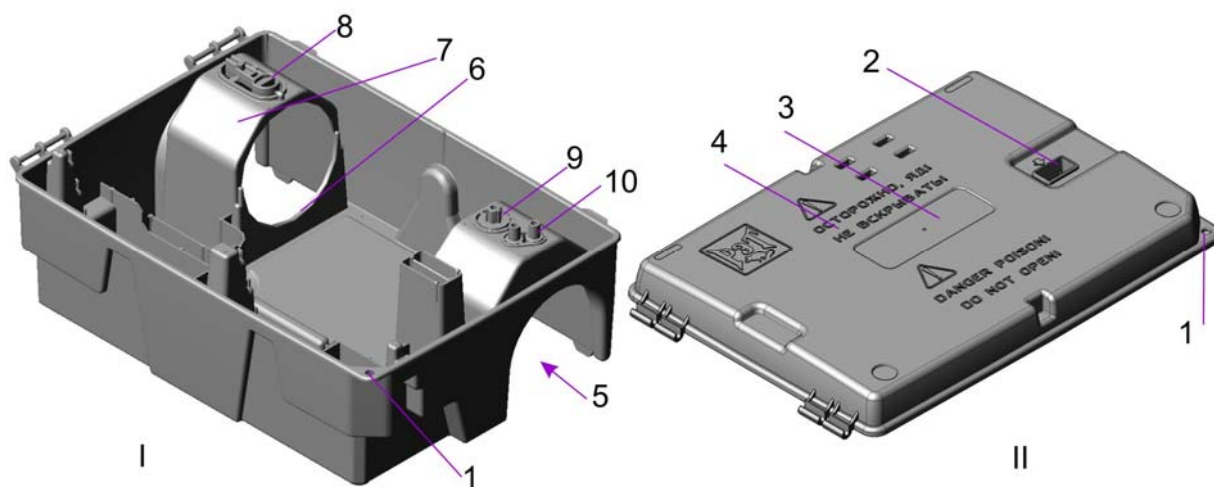

Рис.1
Контейнер (рисунок 1) состоит из корпуса (I), и крышки (II), закрепленной на шарнирных петлях. Крышка на защелке и открывается при помощи спецключа, при открывании откидывается влево, что обеспечивает удобную работу и обслуживание контейнера. На внешней стороне крышки расположены отверстие для спецключа (2), углубление под стикер (3), нанесенные заводским способом предупреждающий знак и надпись (4)¹.